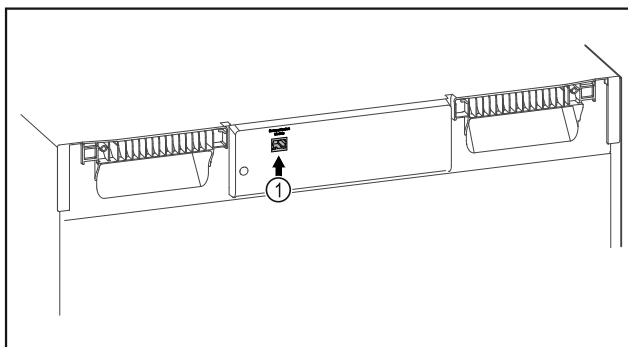

Fig. 86
- SmartModule *Fig. 86 (1)* ist eingesetzt.